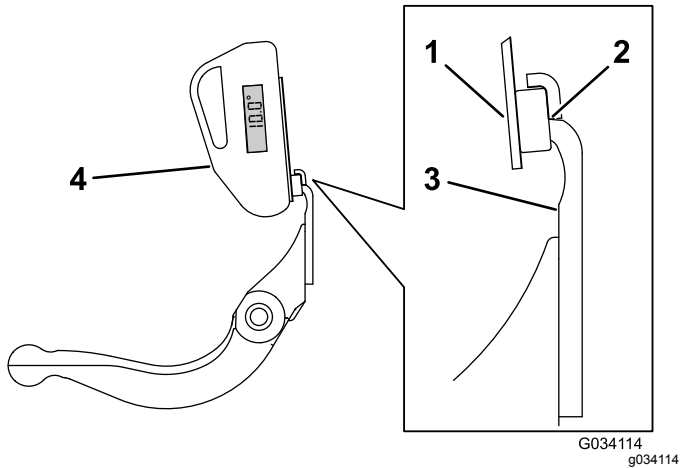

图26
3. 将角度指示器底座放在底刀边缘上以使磁体边缘与底刀边缘紧密配合 图26。
4. 如 图26 所示将角度指示器放置到底座上。